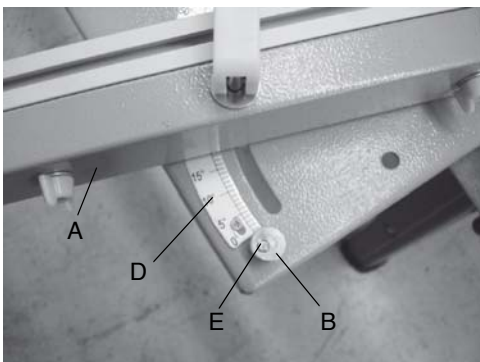

Fig. 27 : Réglage de l'angle à 90°
Figure 27 : Réglage de l'angle à 90° : Placez le tube de guidage (A) contre l'excentrique (B) et fixez avec le levier de serrage (C). Placez l'angle de 90° sur la lame de scie et alignez le rail de la butée. Si nécessaire, dévissez la vis excentrique (E) et refaites le réglage. Mettez l'échelle de 45° (D) sur 0. Effectuez un essai de coupe et refaites le réglage si nécessaire.